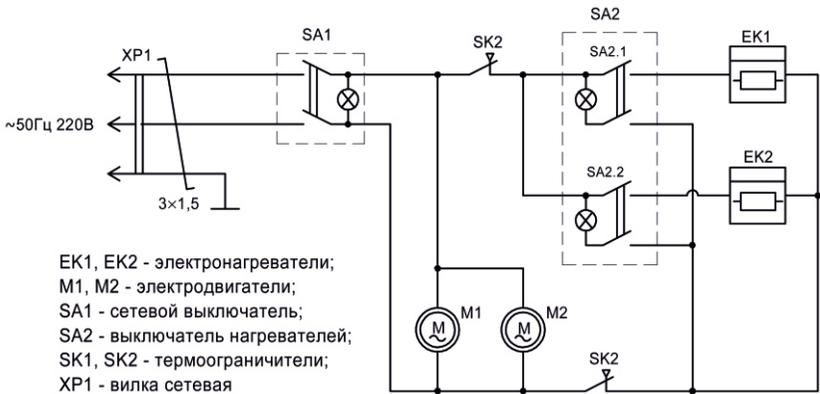

Рис.3. Схема электрическая
5.4 Электрическая схема завесы представлена на рис. 3 Приложения.